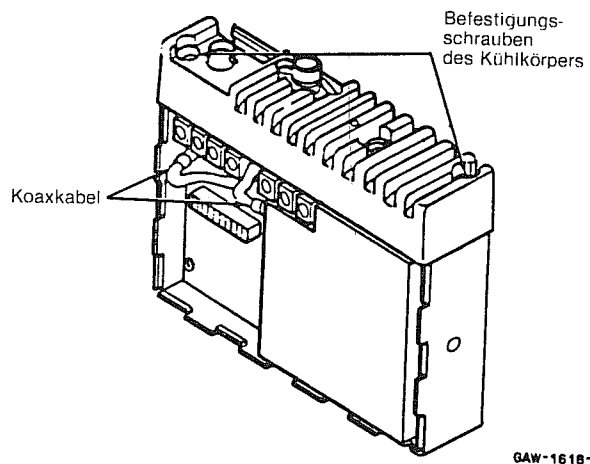

Abbildung 12
(2) Die beiden Koaxkabel (je eins für Sender und Empfänger) von der HF-Platine abziehen (Abbildung 12).
(3) Nach Lösen der Befestigungsschrauben den Kühlkörper entfernen (Abbildung 12). Dabei die beiden Koaxialkabel vorsichtig durch die Löcher in der Trennwand führen.